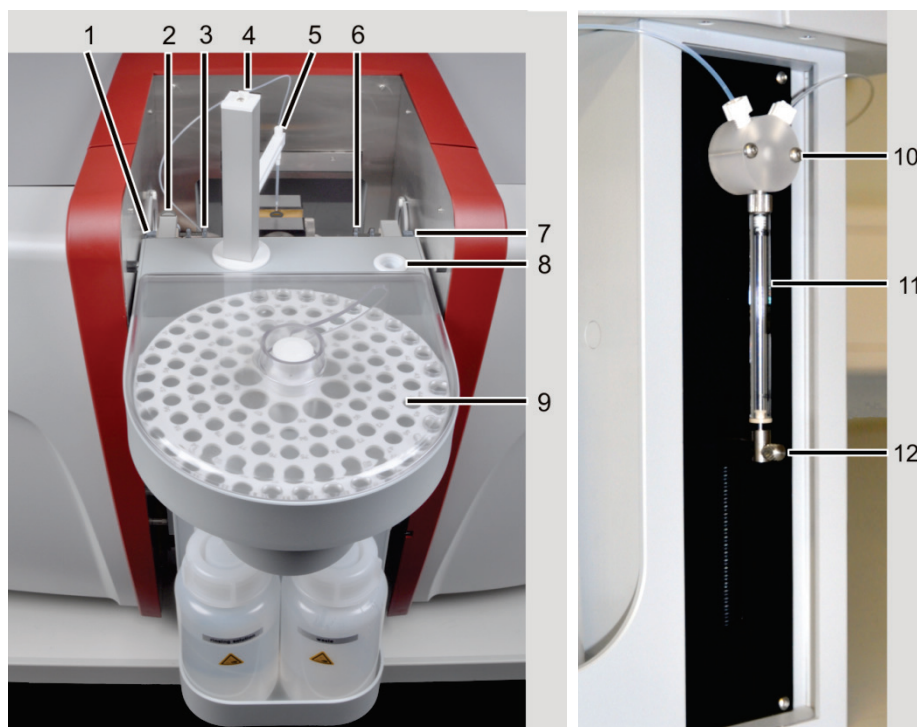

Fig. 44 AS-GF instalado
2. Instalar la guía de mangueras (5 en Fig. 44) en el brazo del automuestreador AS-GF y fijar con el tornillo de bloqueo.
3. Enroscar la manguera de dosificación con la mano en el orificio derecho de la válvula en T (10 en Fig. 44) del dosificador. Pasar la manguera de dosificación por el soporte para manguera de la parte trasera del automuestreador y por el brazo del automuestreador. Introducir la manguera de dosificación en la guía de mangueras (5 en Fig. 44) hasta que la terminación de la manguera sobresalga por abajo unos 8 mm, fijar la manguera con una tuerca.
7. Enganchar el AS-GF en los alojamientos del compartimento de muestras (1 y 7 en Fig. 44). Compruebe si el automuestreador está colgado horizontal y si es necesario enderezarlo con un regulador de profundidad.